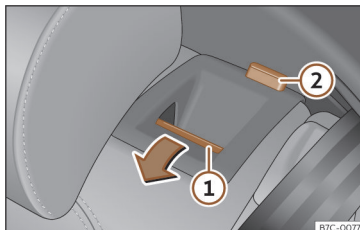

Fig. 114 Asiento trasero: abatir el respaldo.
- Pulse la tecla de desbloqueo»» **fig. 114 ①** hacia delante y, al mismo tiempo, abata el respaldo. El respaldo trasero está desbloqueado cuando se ve una marca roja en la tecla **②**.
El respaldo trasero está desbloqueado cuando se ve una marca roja en la tecla»» fig. 114 ②.